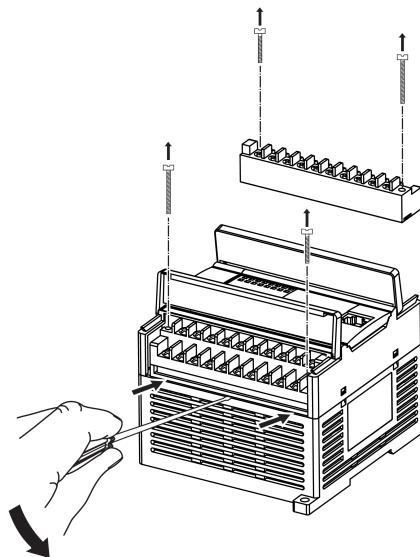

Рисунок 4.3 – Демонтаж съемной части клеммников
3. Отделить съемную часть колодки от прибора вместе с подключенными внешними линиями связи с помощью отвертки или другого подходящего инструмента (см. рисунок 4.3).